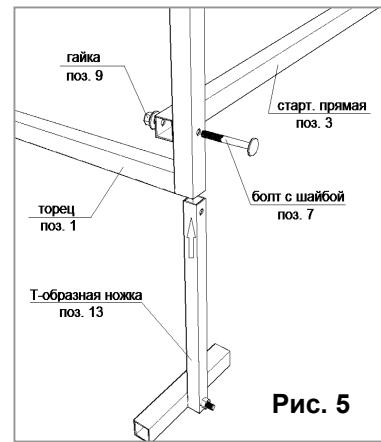

Рис. 5
5.2.2. Соедините болтами 6x50 мм собранный торец со стартовыми прямыми при этом закрепив ножки в нижней части торца согласно просверленных отверстий (рис. 5).